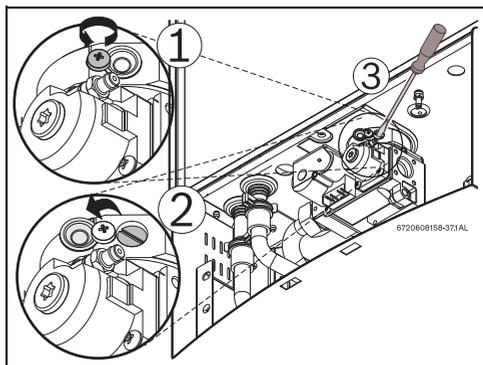

Fig. 41 Ajuste de CO2 en modo P1
- ▶ Aflojar el tornillo Philips con pintura amarilla de precintado (Fig. 41, pos. 1) y mover la tapa de protección (Fig. 41, pos. 2), de manera a que se haga visible el tornillo de afinación.
- Colocar la tapa de protección en la posición inicial y apretar el tornillo Philips, Fig. 41.